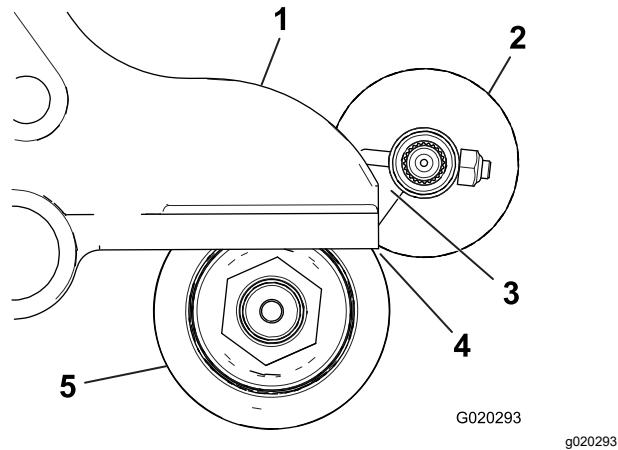

図 11
2. ローラブラシが、後ローラに軽く接触するローラに軽く載った状態になるようにローラブラシの位置を決める図 11。